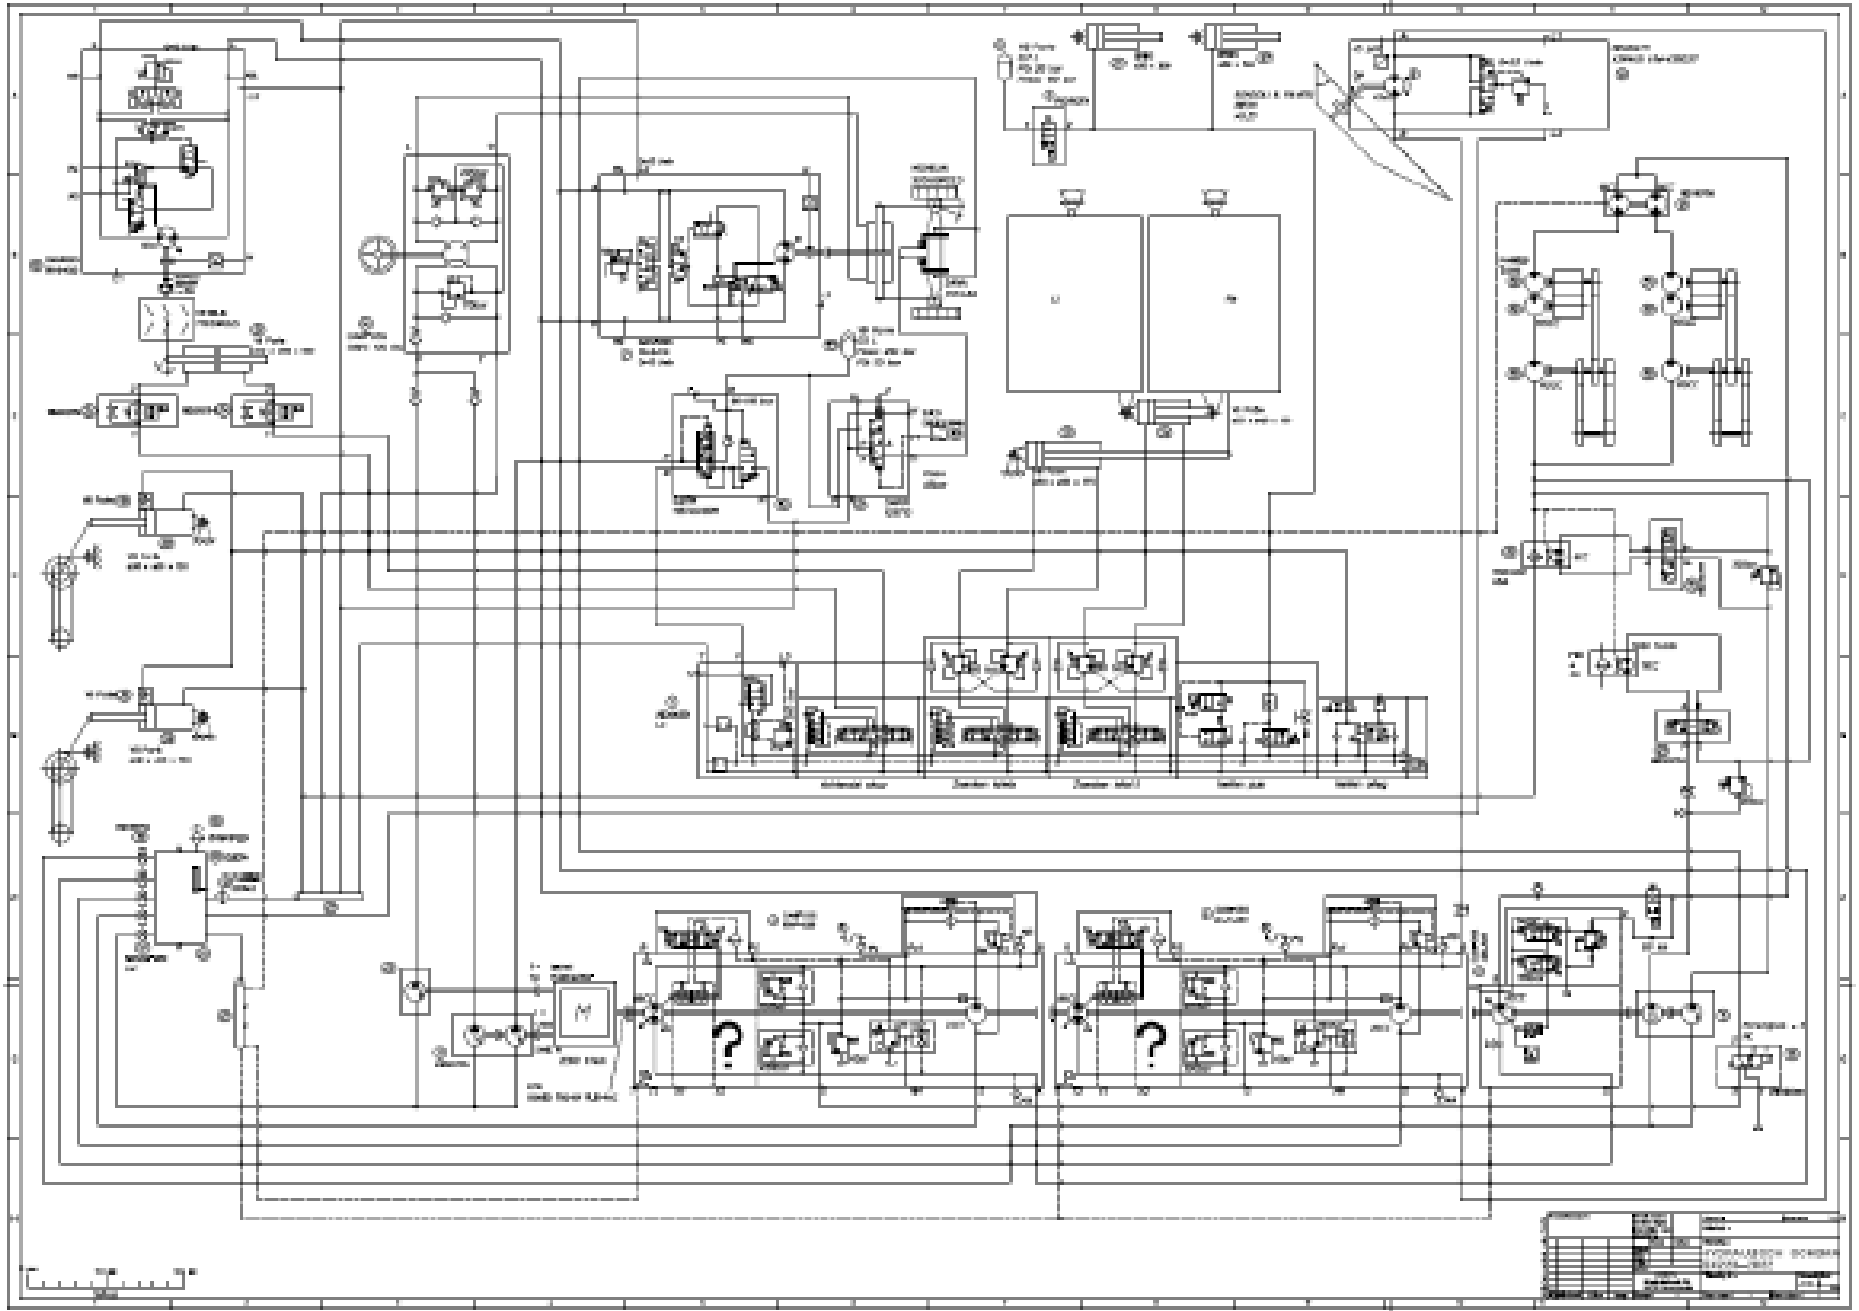

Рис. 17. Удаление воздуха из крышки головки блока цилиндров двигателя.
10. Очистите воздухоотводчик крышки головки блока цилиндров двигателя (рис. 17).